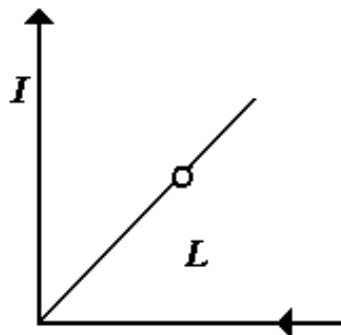

Рис.7
19. Длинный проводник с током $I = 3$ А изогнут в форме прямого угла. Определите индукцию магнитного поля в точке, лежащей на биссектрисе этого угла на расстоянии $L = 10$ см от вершины (рис.7).